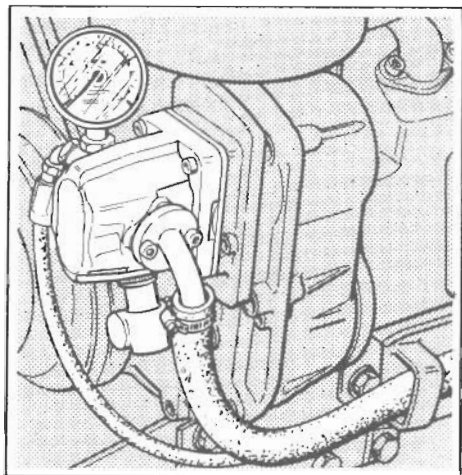

Fig. 23 - Bild 23
1. Installare sul raccordo di mandata della pompa idraulica un manometro con un fondo scala di almeno 250 Atm. (vedere la fig. 23).
Nota — La flangiatura della pompa idraulica sul corpo del motore, può trovarsi anche in posizione diversa da quella indicata in fig. 23. La posizione può variare **a seconda del motore montato sulla trattore.**
1. Install a pressure gauge having 250 kg/sq.cm minimum end-of-scale to the delivery fitting of the hydraulic pump (see figure 23).
Note — The hydraulic pump pad on engine body may be located in a position other than shown in figure 23. The location may vary depending upon the engine mounted on the tractor.
1. Installer sur le raccord de refoulement de la pompe hydraulique un manomètre ayant bout d'échelle au moins de 250 Atm (voir fig. 23).
Nota — Les brides de la pompe hydraulique sur le corps du moteur peuvent avoir une position différente par rapport à fig. 23. La position est en fonction du moteur installé sur le tracteur.
1. Ein Manometer mit Anzeigeskala bis mindestens 250 kg/cm² auf dem Vorlaufstutzen der Hydraulikpumpe anbringen (siehe Bild 23).
Bemerkung — Der Flanschanschluss der Hydraulikpumpe mit dem Motorkörper kann sich auch in einer anderen, als im Bild 23 dargestellten Lage befinden. Die Anbaulage kann je nach dem verwendeten Motortyp variieren.